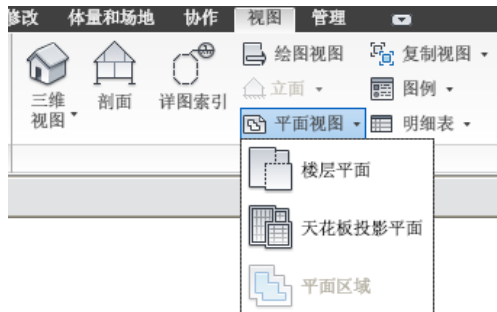

图 1-13
- 10) 如图 1-13 所示，切换到“视图”选项卡，依次单击“平面视图”>“楼层平面”，在弹